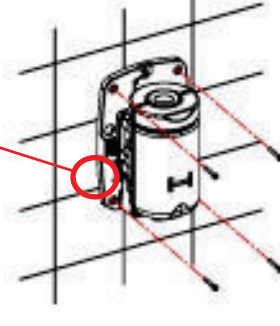

Abbildung 6
- Schrauben Sie die Basis des Geräts ordentlich an der Wand fest (Abb. 6) und versichern Sie sich dabei, dass die 4 Silentblocks sachgemäß zwischen Basis und Wand angebracht werden.